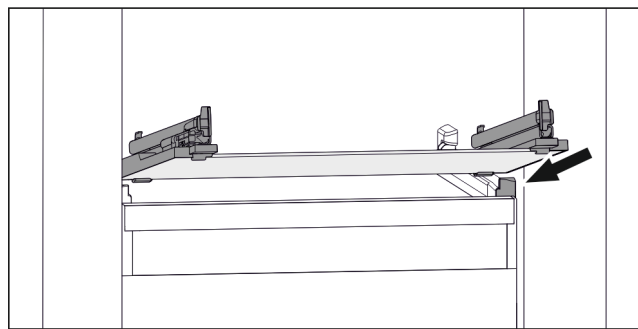

Fig. 112 玻璃隔板例图
- ▶ 将玻璃隔板斜放在止动器后面。(参见 Fig. 112)